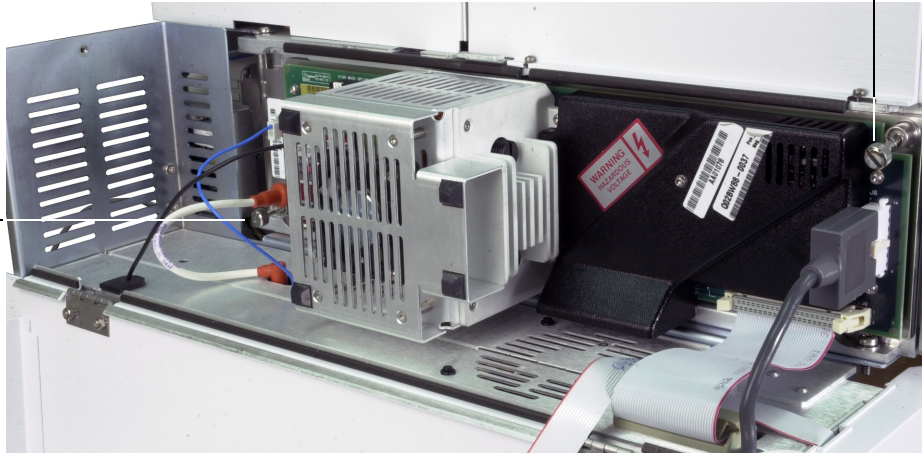

Figure 18 Vis moletées de la plaque latérale
- 8 Serrer à la main les vis moletées de la plaque latérale (Figure 18).